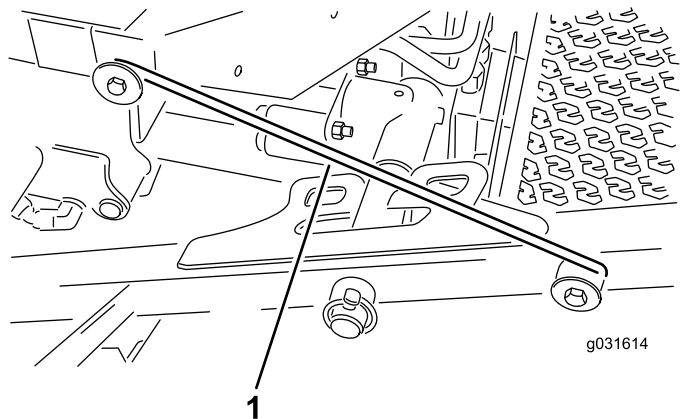

Figura 32
4. Liberare l'asta del dispositivo di sicurezza dal fermo del telaio portante anteriore (Figura 32).
al perno del telaio presente sulla parte anteriore della piattaforma dell'operatore (Figura 32).